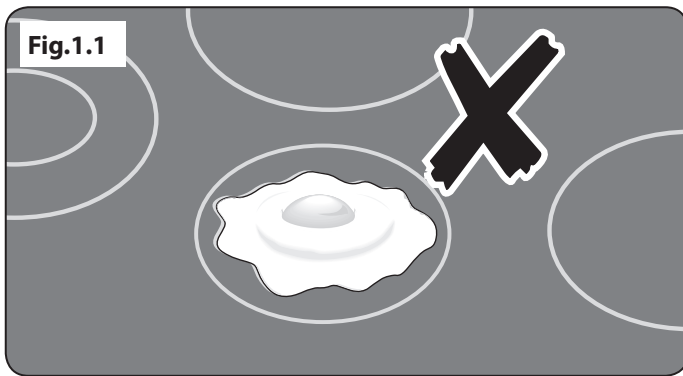

Fig.1.1
- Ne faites jamais cuire des aliments à même la table de cuisson (**Fig.1.1**).